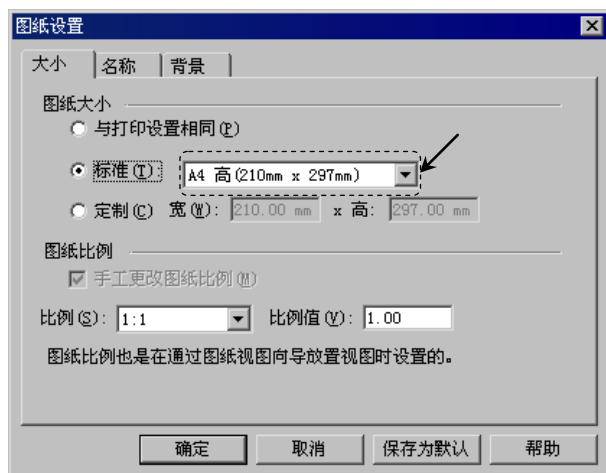

图 4.2.3 “图纸设置”对话框
(1) 在应用程序窗口的左上方单击“应用程序按钮”按钮 ，在“应用程序”菜单中选择  图纸设置 选项，此时系统弹出“图纸设置”对话框。
(2) 在“图纸设置”对话框中选择 **大小** 选项卡，然后设置如图 4.2.3 所示的参数；选择 **背景** 选项卡，在 **背景图纸(B)** 的下拉列表中选择 **A4** 选项，并选中其下面的 ☒ **显示背景(S)** 复选框，设置完成后单击 **确定** 按钮，完成图纸大小的设置。